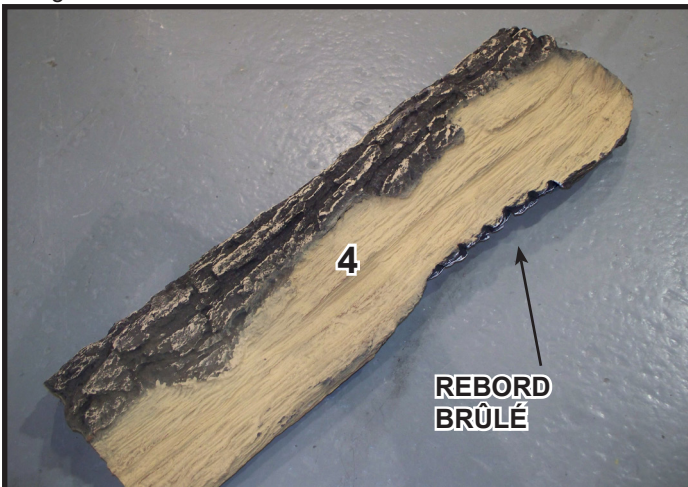

Figure 8.
**Bûche n° 4 (2285-704)** : Voir la figure 8. Placez la bûche n° 4 dans l'appareil avec le rebord face au centre. Le bas de la bûche n° 4 reposera contre le côté gauche et au bas du réfractaire. Glissez le bas de la bûche n° 4 vers l'avant de l'appareil, jusqu'à ce qu'elle touche l'arrière de la bûche n° 2. Faites reposer le sommet de la bûche n° 4 dans l'encoche au sommet du coin gauche de la bûche n° 1. Voir les figures 2 et 9.